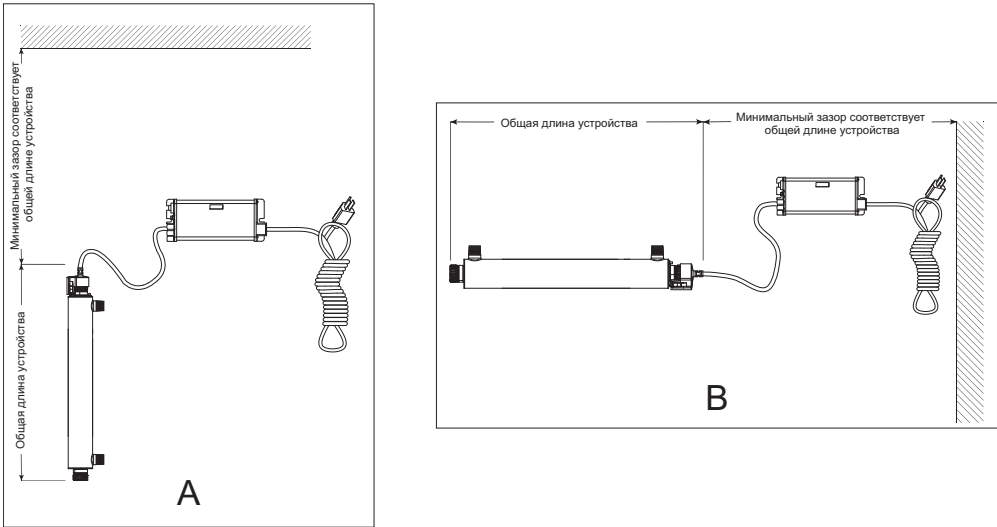

Рисунок 4 Установка системы дезинфекции — вертикальное и горизонтальное положение
2. Выберите подходящее место для установки системы дезинфекции и соответствующих компонентов. Поскольку рекомендуется установка GFCI, следует рассмотреть такую возможность до начала установки. Систему можно установить в вертикальном положении (входным портом вниз), как показано на Рисунок 4 А, или в горизонтальном положении, как показано на Рисунок 4 В. Однако наиболее предпочтительна установка в вертикальном положении. При выборе местоположения для установки оставьте достаточно места для снятия УФ-лампы и/или кварцевой трубки (как правило, оставляют достаточно места для самой УФ-камеры).